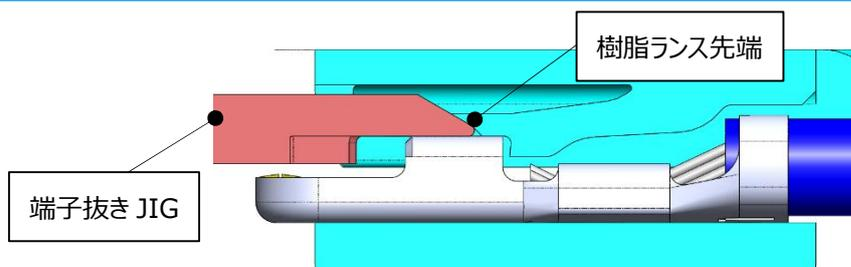
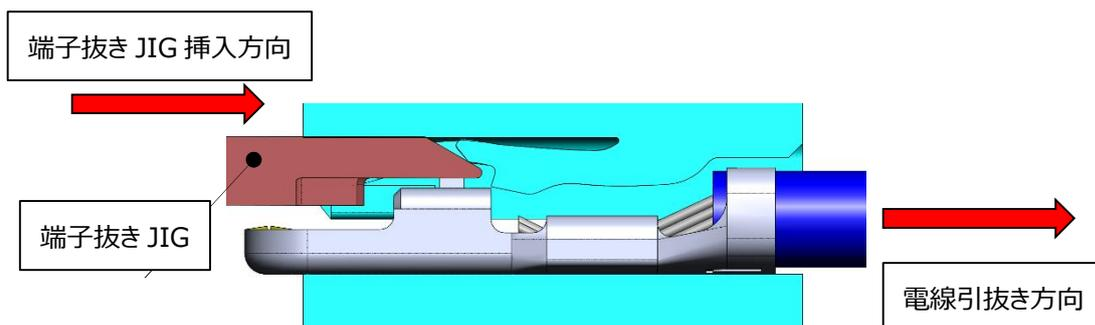

図.28 端子抜き JIG が樹脂ランスに突き当たる位置
図.29 端子抜き JIG 使用イメージ
- ② 図 28 のように端子抜き JIG 先端が樹脂ランスに突き当たったら端子抜き JIG を図 29 のように更に押し込み、樹脂ランスを持ち上げます。その状態を維持したまま、端子の電線を水平に引き抜いてください。
- ③ 端子引き抜き途中で抜きにくさを感じた場合、無理に引き抜こうとせず、端子抜き JIG の挿入位置や深さが適切か等を確認の上、再度最初から作業を実施して下さい。